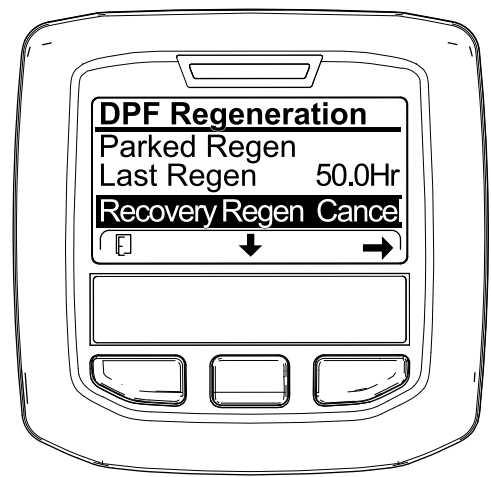
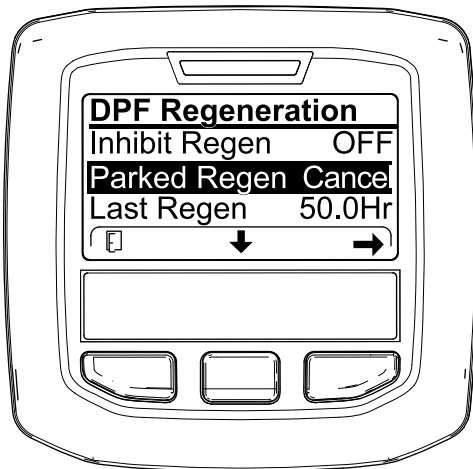

Figure 71
Figure 70
3. Appuyez sur le bouton droit pour sélectionner l'option Regen Cancel (Figure 70 ou Figure 71).
1. Ouvrez le menu Régénération du FAP (Figure 70).
2. Appuyez sur le bouton central pour naviguer jusqu'à l'option PARKED REGEN CANCEL (Figure 70) ou RECOVERY REGEN CANCEL (Figure 71).